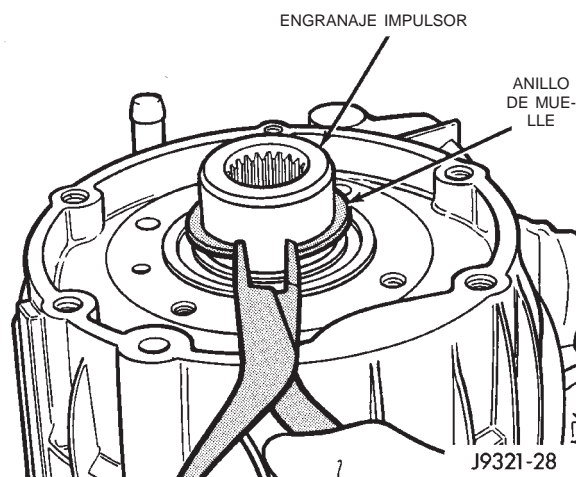

Fig. 58 Instalación de anillo de muelle
(2) Instale el anillo de muelle para sujetar el engranaje impulsor/de baja dentro del cojinete delantero (Fig. 58).
(3) Limpie cualquier residuo de sellante de junta del retenedor e inspeccione el retenedor en busca de cuarteaduras u otros daños.
(4) Aplique un reborde de 3 mm (1/8 pulg.) de formador de juntas o sellante adhesivo siliconado Mopar® a la superficie de sellado del retenedor.
(5) Alinee la cavidad del retén de la junta con el orificio de retorno de líquido en la parte delantera de la caja.